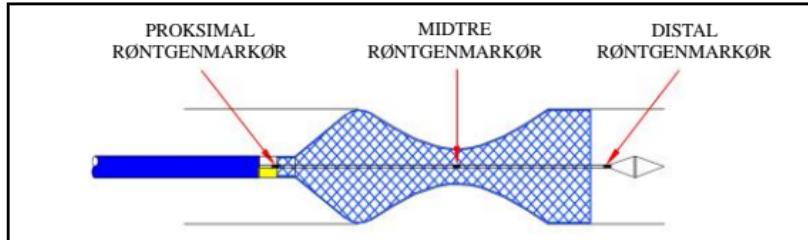

Figur 4
- d) Når midtre røntgenmarkør når midten av målstrukturen, fortsett å trekke tilbake på koblingen til stenten er helt anvendt. (Se figur 4, 5)
- d) Når midtre røntgenmarkør når midten av målstrikturen, fortsett å trekke forover mot koblingen til stenten er helt anvendt. (Se figur 4, 6)